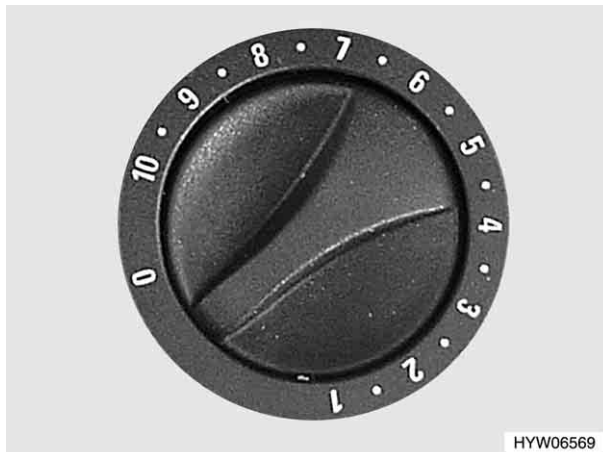

Fig. 78 Pomello girevole del riscaldamento
- Impostare il pomello girevole (Fig. 78) del riscaldamento sul valore desiderato e premere in basso fino all'arresto.
- Impostare il pomello girevole (Fig. 78) sul riscaldamento sulla posizione "0". Così il dispositivo di accensione viene contemporaneamente disinserito.